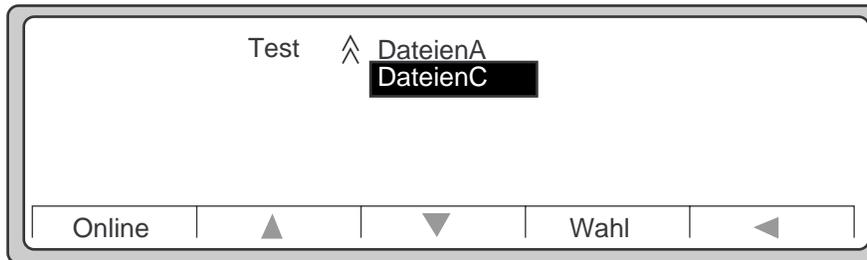

Abbildung 2-92 Untermenü Test
3. Blättern Sie mit dem **Abwärtspeil** nach unten, heben Sie die Option **DateienC** hervor (siehe Abbildung 2-92), und drücken Sie **Wahl** .